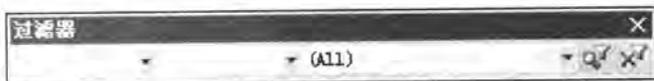

图 8-35 【过滤器】工具栏
- **【过滤器】**工具栏：如图 8-35 所示。使用该工具栏，根据网络、元器件号或属性等过滤参数，可以使符合设置的图元在编辑窗口内高亮显示，明暗的对比程度和亮度则通过窗口右下角的 **屏蔽程度** 按钮进行调节